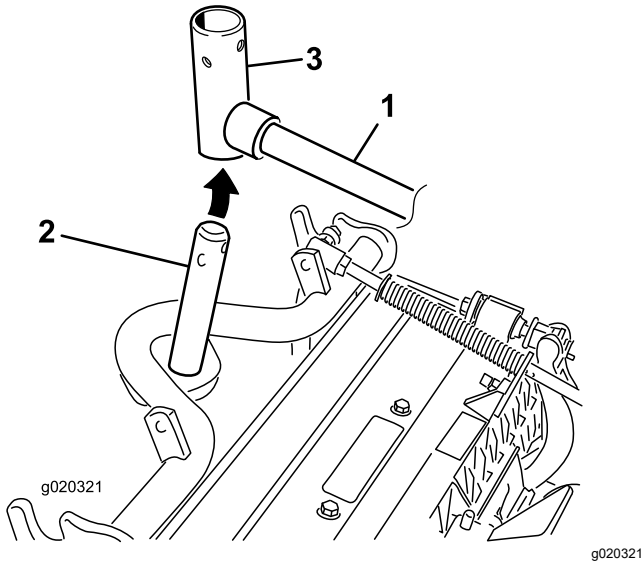

Bild 10
10. Frontmähwerke: Schieben Sie ein Mähwerk unter den Hubarm und schieben Sie gleichzeitig die Trägersrahmenwelle in das Gelenkloch des Hubarms (**Bild 10**).
- B. Setzen Sie das Hubarmjoch in die Trägersrahmenwelle ein (**Bild 10**).